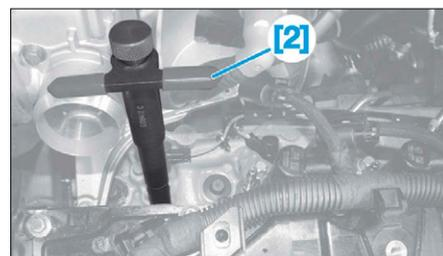

FIG. 52
- Desserrer l'outil [2] de quelques tours (Fig.52).